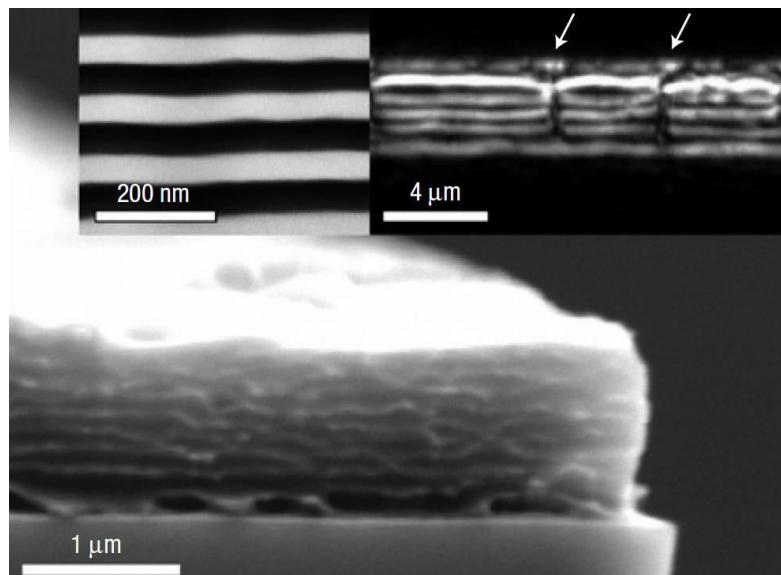

Рис. 1. Микрофотография сухой плёнки сополимера X на силиконовой подложке. В верхних вставках изображены структуры сухой (слева) и набухшей (справа) плёнок
Плёнку обрабатывают избытком этилбромида и получают сополимер X (рис. 1).
3. а) Вода попадает внутрь пленки через трещины и дефекты, которые показаны стрелками на рис. 1.